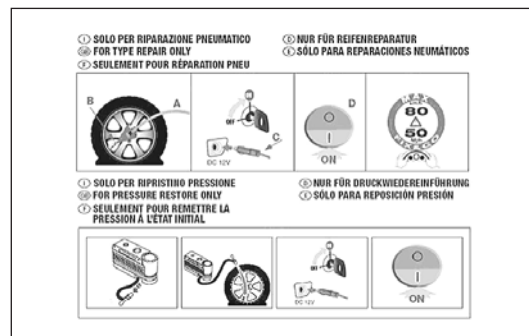

fig. 133
- dépliant d'instruction (voir fig. 133), d'utilisation correcte du kit de réparation et qui sera ensuite remis au personnel qui devra manier le pneu réparé ;